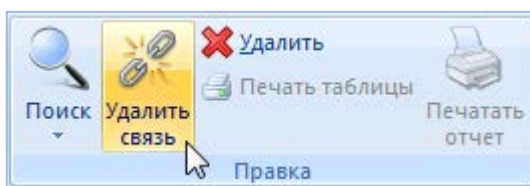

Рис. 26-6 – Кнопка «Удалить связь» панели «Правка»
- 3) Нажать кнопку «Удалить связь» панели «Правка» (рис. 26-6).